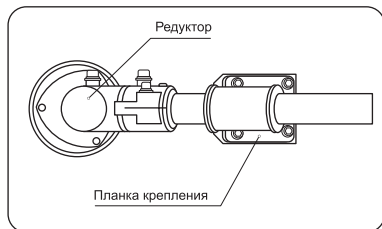

Рис. 4
- Совместите отверстия в защитном кожухе с отверстиями в планке крепления (Рис.4).